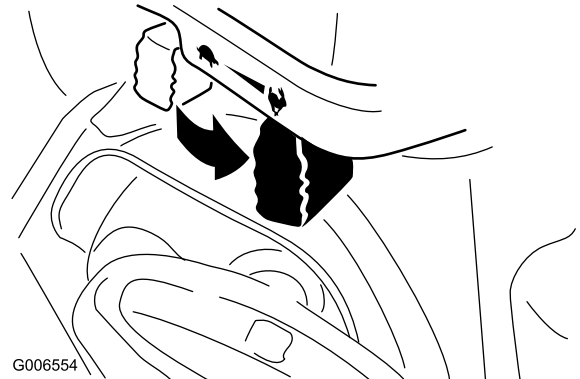

Bild 22
6. Stellen Sie den Gasbedienungshebel auf Schnell (Bild 22).